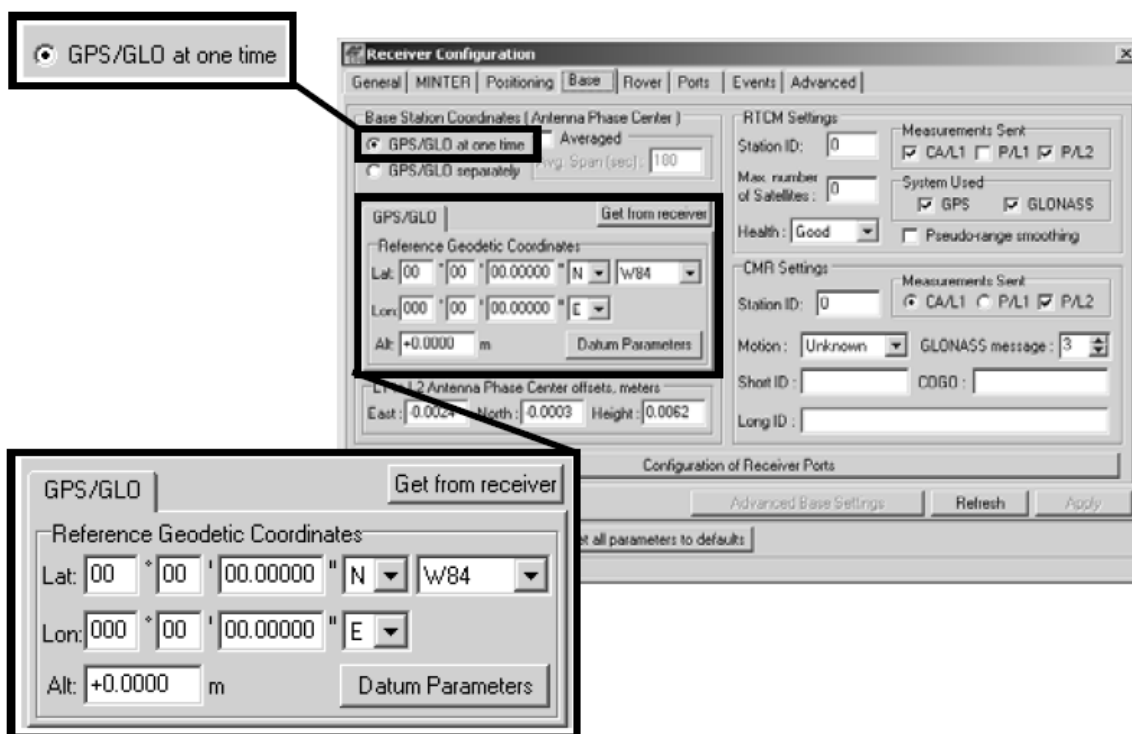

Рисунок 3-8. Настройка базовой станции
- Выберите вкладку **Base (базовая станция)**, установите перечисленные ниже параметры см. рис. 3-8 и щелкните на кнопке *Apply (Применить)*: